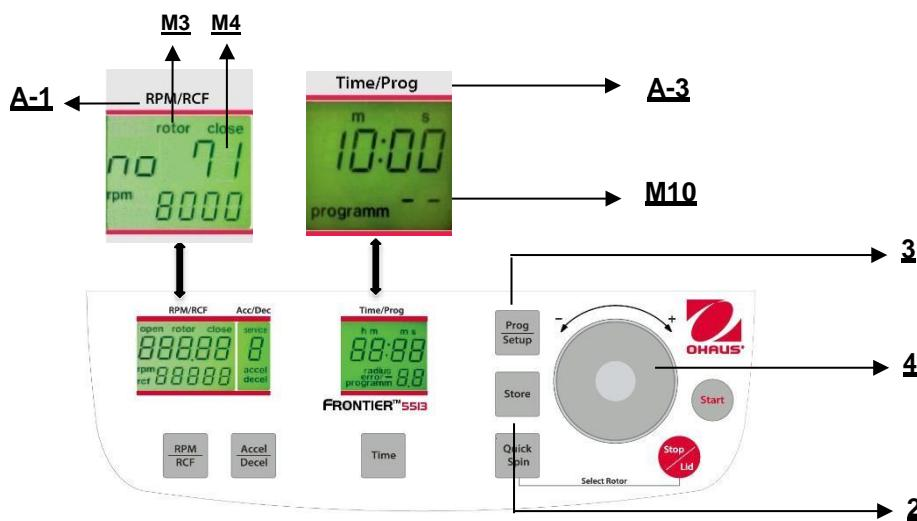

Abbildung. 22
Um gespeicherte Programme aufzurufen, drücken Sie die Taste "Prog/Setup" (3) (siehe Abbildung 22), während der Deckel bereits geschlossen ist. Innerhalb der Anzeige "Time/Prog" (A-3) erscheint "programm -" (M10). Die gewünschte Programmnummer kann vorab mit dem Anpassungs Wählrad (4) ausgewählt werden.
Um den Programmmodus zu verlassen, drücken Sie lediglich die Taste "Prog/Setup" (3) (siehe Abbildung 22). Dann erscheint innerhalb der Anzeige "Time/Prog" das Wort "programm" .